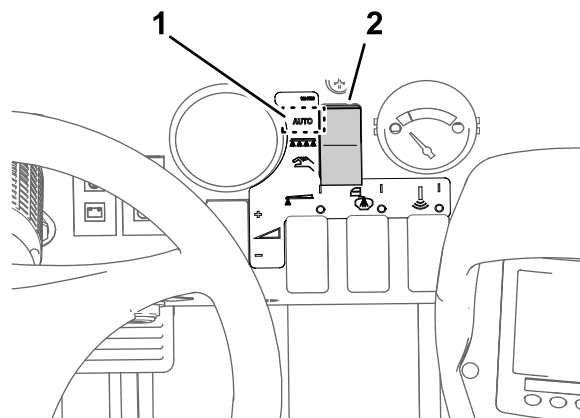

Рисунок 39
3. Установите кнопку режима опрыскивателя в режим заданной нормы внесения (Application Rate Mode) (Рисунок 39).